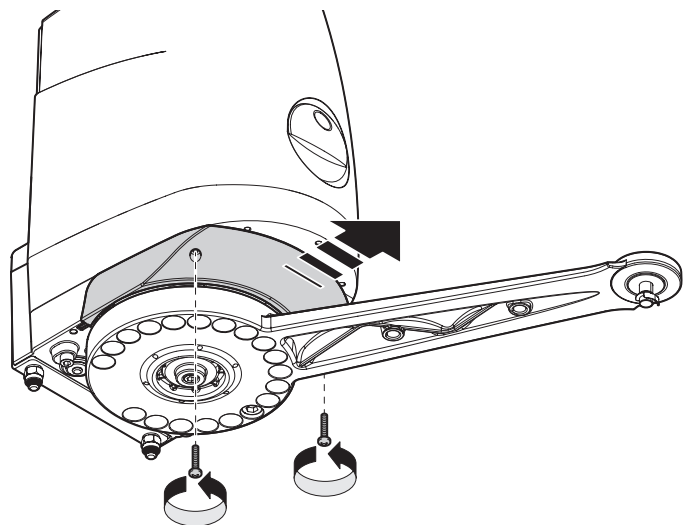

Fig. 13
02. Remover os 2 parafusos colocados sob o motor e retirar a tampa como indicado na imagem **fig. 13**;